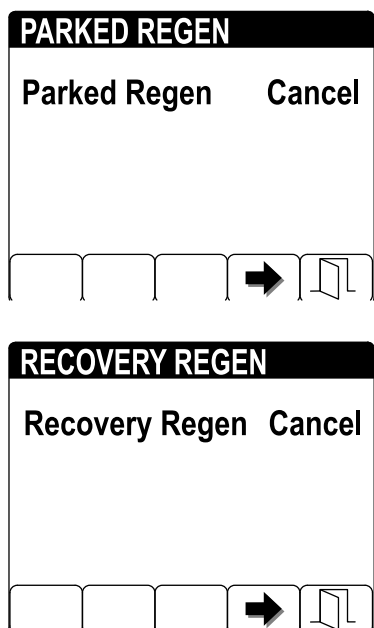

Рисунок 63
2. Нажмите кнопку 4 для отмены стационарной или восстановительной регенерации (Рисунок 63).